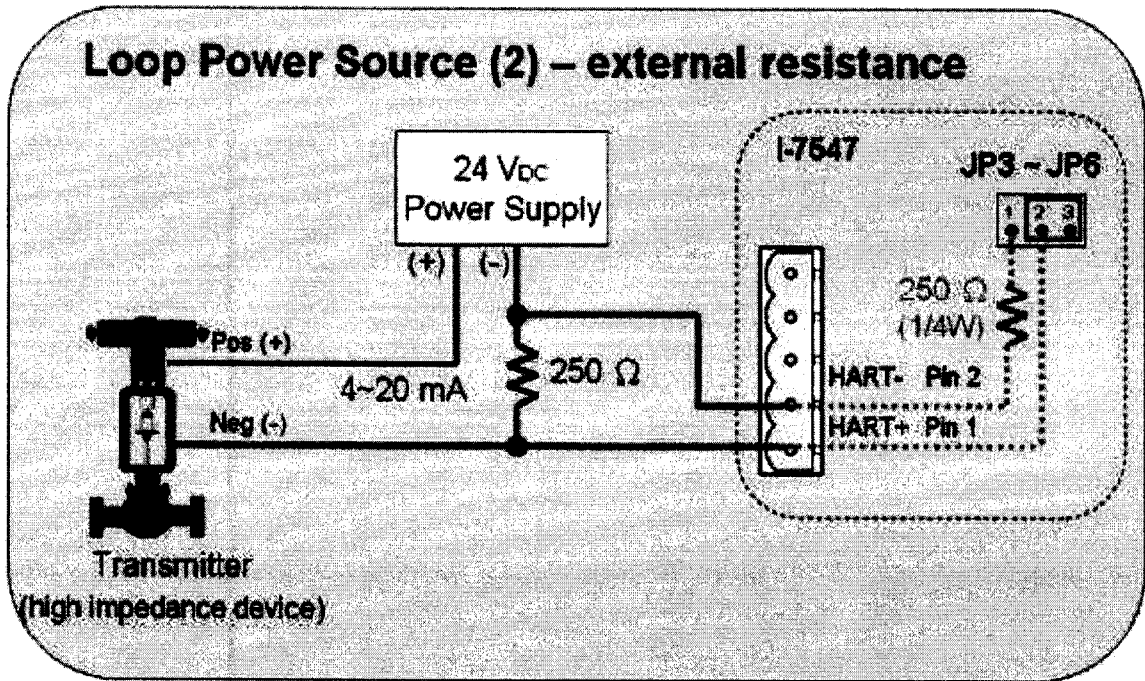

Рисунок 3
2. Внутренний резистор 250 Ом отключён на преобразователе, требуется внешний резистор(рис.3).